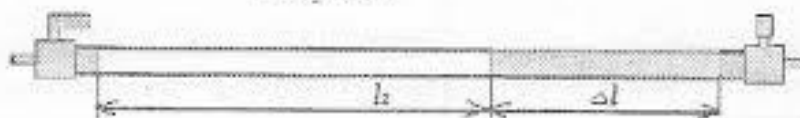

Рисунок 2
8. Закройте кран, слейте воду, извлеките шланг из стакана, встряхните его и измерьте длину столба жидкости в нем – Δl (рис.2).